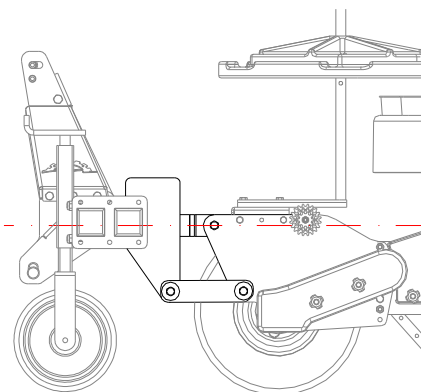
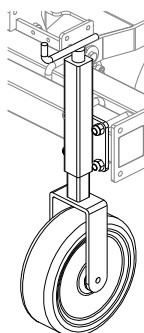

fig.D2.1
fig.D2.2
- корректировка под грунт должна проводиться, когда оборудование расположено на земле. В этом положении, необходимо оценить положение параллелограмма относительно земли (**рис.D2.1**). Последний, у которого есть также амортизирующая функция, **должен всегда располагаться параллельно земле**. Провести регулировку всех опорных колесиков при помощи рычага (**рис.D2.2**), см. инструкции параграф D3.1;